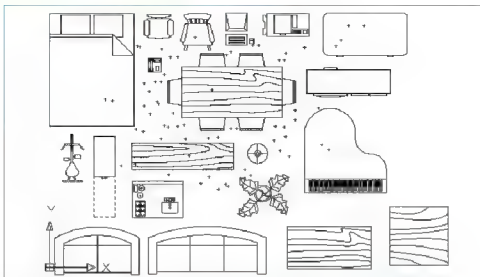

图 1.17 临时标记光标点位的点标记
(1) 重画: 将系统变量 BlipMode 设置为 ON, 在选择对象、绘制图形或者编辑图形时, 会在绘图区域出现临时标记光标点位的小“十”字符号 (图 1.17), 这些符号被称为点标记。这些点标记会帮助用户在绘图区域中定位, 但也会使绘图区域显得非常零乱。这时可以使用【重画】命令刷新绘图区域, 清除点标记。